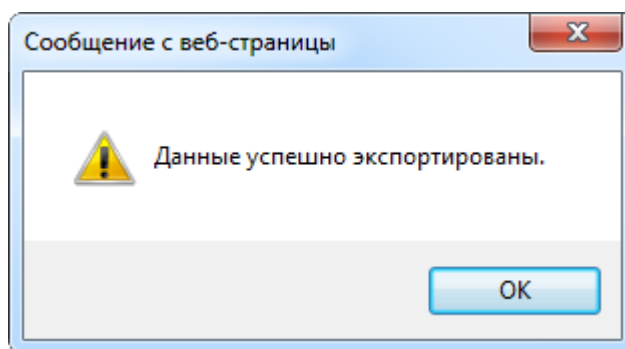

Рис. 8-50 – Информационное окно по окончании экспорта данных на сервер
4) После окончания синхронизации данных выводится информационное сообщение (рис. 8-50).